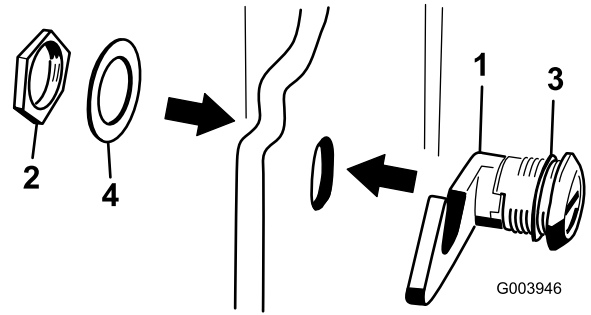

Bild 6
3. Nehmen Sie die Mutter vom Motorhaubenriegel ab (Bild 6).
4. Setzen Sie das Hakenende des Riegels von außen durch das Loch in der Motorhaube; stellen Sie sicher, dass die Gummidichtungsscheibe an der Außenseite der Motorhaube bleibt (Bild 6).